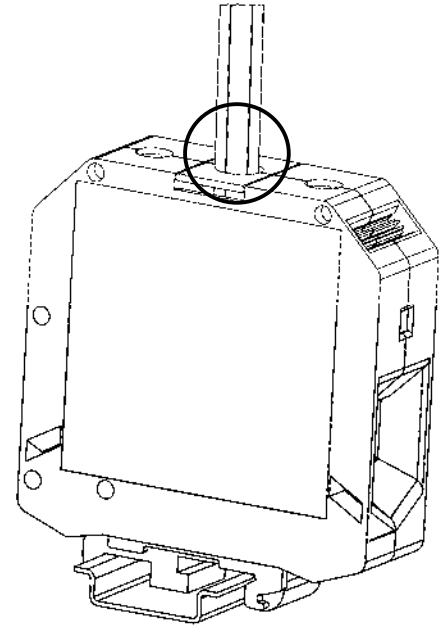

Рисунок 16 – отверстие для инструмента при фиксации клемм с винтом с внутренним шестигранником на монтажной рейке
- Вставьте инструмент (размер инструмента зависит от типа клеммы) в центральное отверстие (рис. 16).